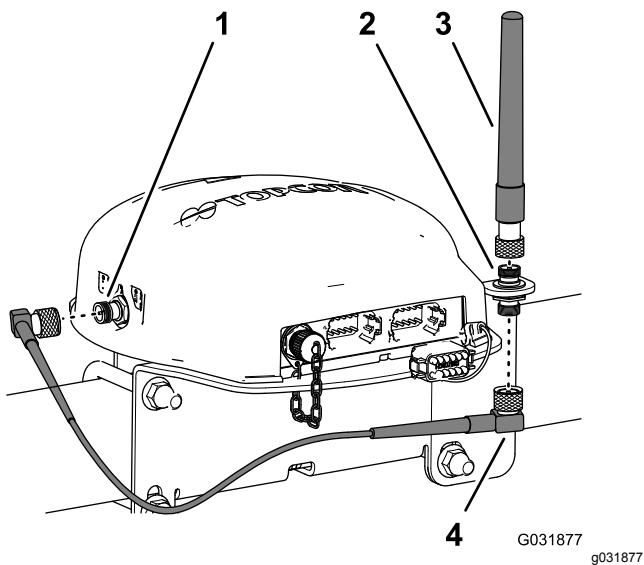

图 154
- 将 RTK 天线组装到同轴耦合器的上接头然后用手拧紧天线的滚花螺母图 154。
4. 将天线电缆松松地安装到同轴耦合器的下接头图 154。
5. 将电缆绕过导航接收器的后部连接到 CDMA 或 GSM 蜂窝调制解调器的同轴连接器上图 154。
6. 将天线电缆连接到 CDMA 或 GSM 蜂窝调制解调器的同轴连接器上图 154。